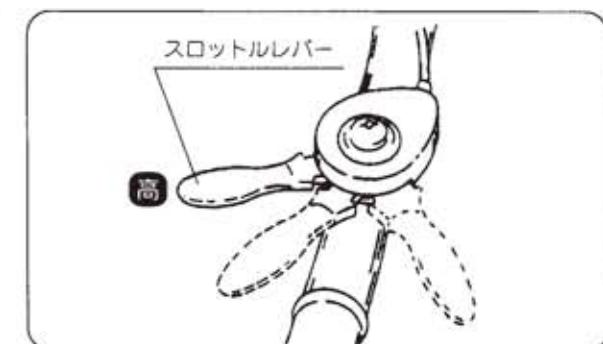

図18
- ①スロットルレバーをゆっくり [高速] 位置にします。(図18)